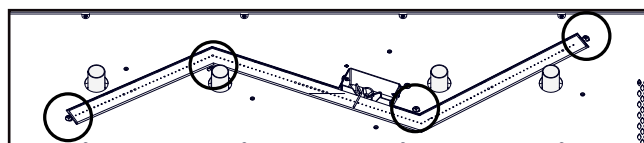

Fig. 2
5. Retirez les 4 vis qui fixent le brûleur au plateau de médias et soulevez le plateau de médias pour le retirer de l'appareil (**Fig. 2**).